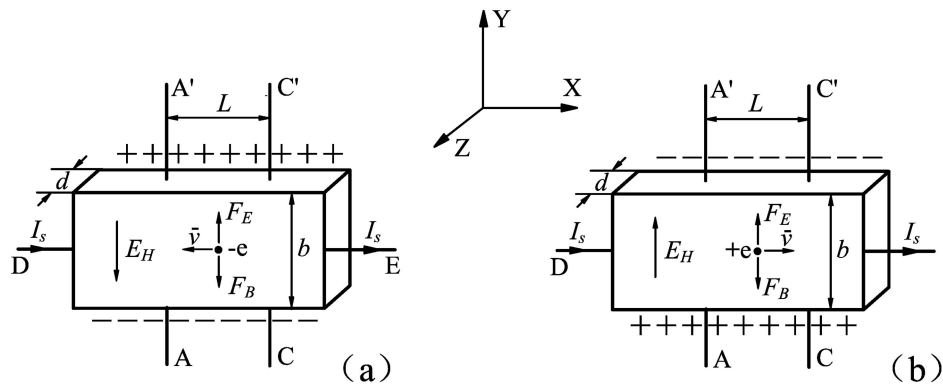

图 1 霍尔效应原理图
如图 1(a)所示的 N 型（电子导电， $-e$ ）半导体，若在 X 方向通电流  $I_s$ ，在 Z 方向加磁感应强度为  $B$  的磁场，则样品中平均漂移速度为  $\bar{v}$  的载流子将受到洛伦兹力
若以图 1 所示的  $I_s$  和  $B$  的方向为正向，则由式 (4) 求得的  $R_H$  为负值时 ( $V_H = V_{AA'} < 0$ )，样品是 N 型导电，反之则为 P 型。
其中  $\sigma$  可通过图 1 所示的 A、C (或 A'、C') 电极进行测量。设 A、C 间距离为  $L$ , 样品的横截面积为  $S = bd$ , 流经样品的电流为  $I_s$ , 在零磁场情况下 ( $B = 0$ ), 若测得 A、C 间的电位差为  $V_\sigma$ , 则